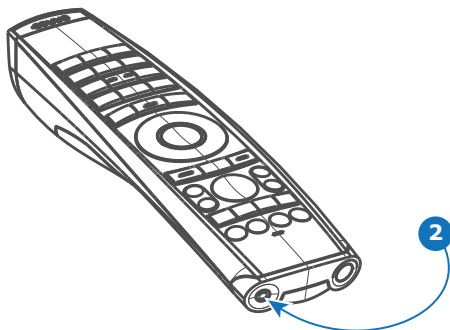

Abbildung 5-11
1. Schließen Sie ein Kabel an den Minibuchsenanschluss (Referenz 2, Abbildung 5-11) der Fernbedienung an.